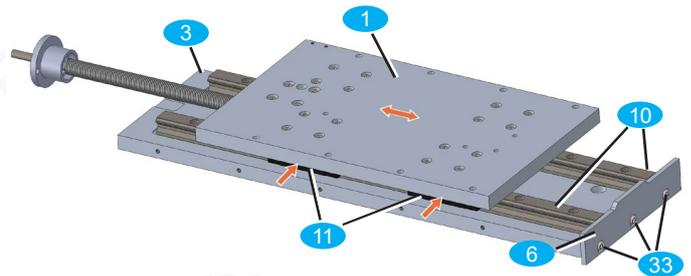

Bild 4: Zusammenbau der Führung
- Laufwagen der Führungsplatte **1** auf die Linearführungen der Platte **3** aufschieben. Führungsplatte **1** so zur Seite drücken, dass die linken Laufwagen an den Zylinderstiften anliegen (Bild 4, rote Pfeile). Linke Laufwagen in dieser Position festschrauben. Anzugsdrehmoment: 6 Nm